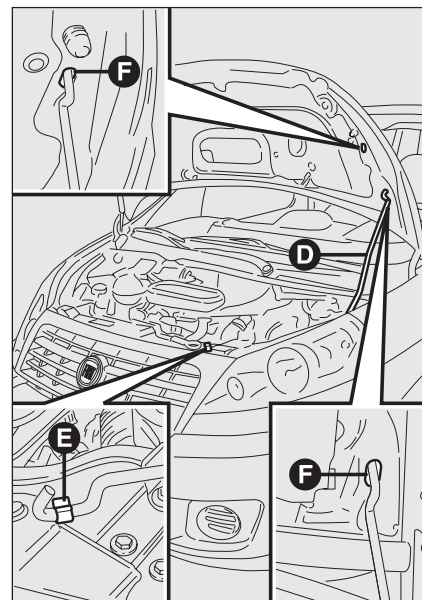

fig. 107
- sollevare il cofano e contemporaneamente liberare l'asta di sostegno **D**-fig. 107 dal proprio dispositivo di bloccaggio **E**;
- inserire l'estremità dell'asta **D** in una delle due asole di ritegno **F**-fig. 107 del cofano motore.